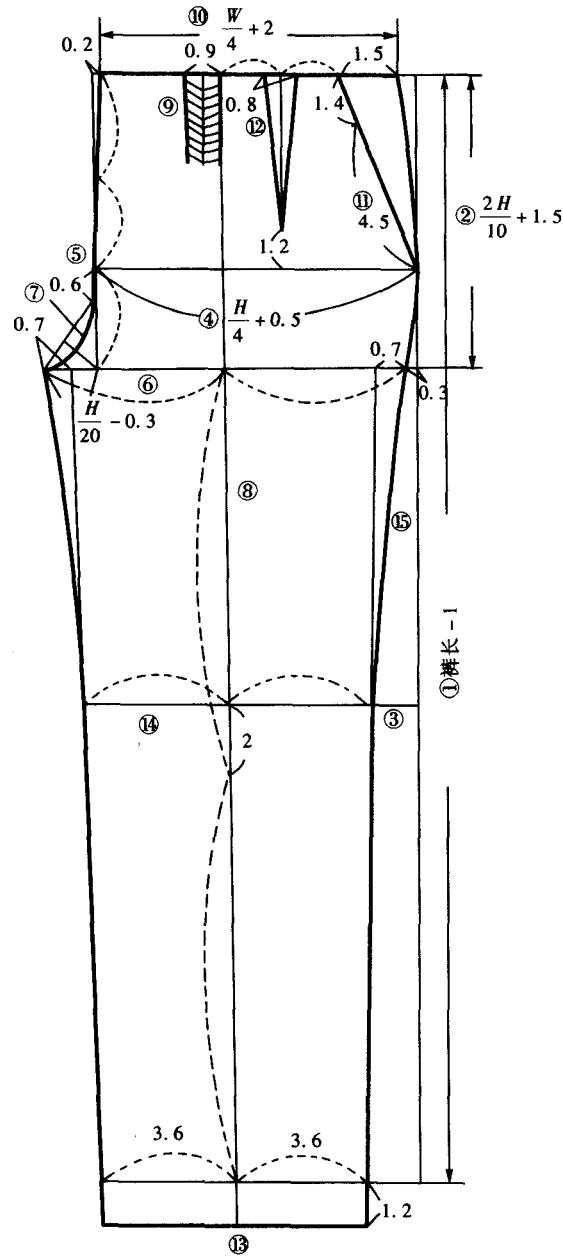

图 2-3-2
(1) 前裤片制图方法 (图 2-3-2)
①裤长：在基础线的左端，作一条垂直的裤脚口线，在距裤脚口线 1.2 寸处作与裤脚口平行的折边线，在距折边线距离为裤长 - 1 寸处作基础线的垂线，即为腰围线。
②上裆长：从腰围线向下量，取 $\frac{2H}{10} + 1.5$ 寸，作平行线，即为横裆线。
③中裆线：由折边线至横裆线的中点向上 2 寸处作平行线，即为中裆线。
④臀围线：在上裆长的 $\frac{1}{3}$ 点处，作腰围线的平行线，即为臀围线。
⑤臀围宽：在臀围线上由基础线起量，量取 $\frac{H}{4} + 0.5$ 寸，定出臀围宽线，画出前裆直线。
⑥横裆宽：在横裆线上，由基础线向里 0.3 寸处取点。再由前裆直线与横裆线的交点向外量取 $\frac{H}{20}$ ($\frac{\text{半臀围}}{10}$) - 0.3 寸的距离，此段为小裆宽，整个距离为横裆宽。
⑦小裆弯。在前裆直线上，由臀围线往下 0.6 寸处向小裆宽止点画斜线，再作角分线，过角分线的中点画小裆弯线。